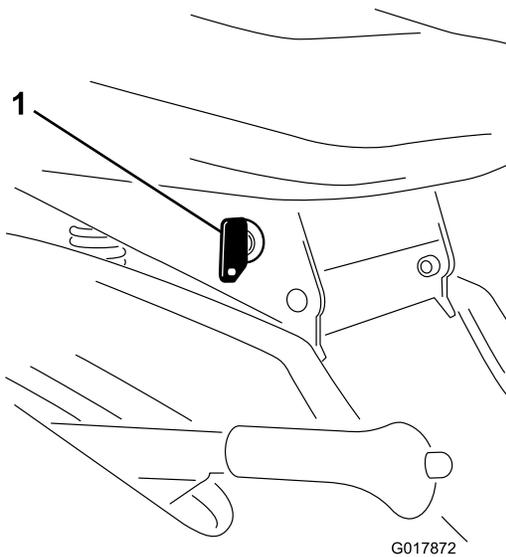

Figure 10
S'il est nécessaire d'utiliser la commande des lames (PDF) en marche arrière, désactivez ce dispositif de sécurité à l'aide du commutateur KeyChoice situé près du support du siège (Figure 10).
2. Introduisez la clé KeyChoice dans le commutateur (Figure 10).